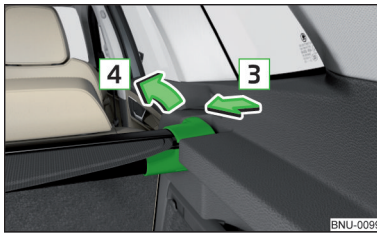

Abb. 147
- Auf der Seite der Querstange in Pfeilrichtung **3** drücken und die Abdeckung in Pfeilrichtung **4** **herausnehmen** » Abb. 147.